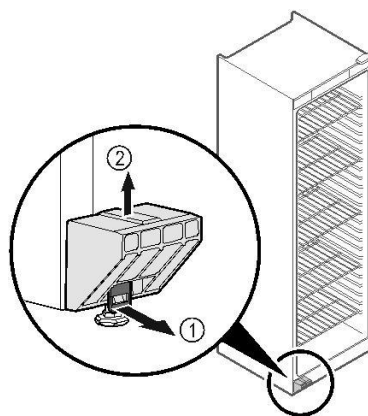

Fig. 6
|| Beugel Fig. 6 (1) naar voren trekken.
|| Transportbeveiliging Fig. 6 (2) naar boven toe lostrekken.